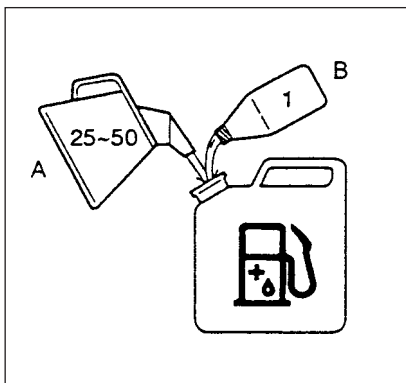

Fig. 2-1
Brændstof (Fig. 2-1)
Den mængde kædeolie, som afgives gennem smøresystemet, er indstillet på det maksimale fra fabrikken. Indstil mængde i overensstemmelse med driftsbetingelserne. Drej stilleskruen (1) mod uret for at nedsætte mængden og drej den med uret for at forøge mængden. (Fig. 2-1 C)